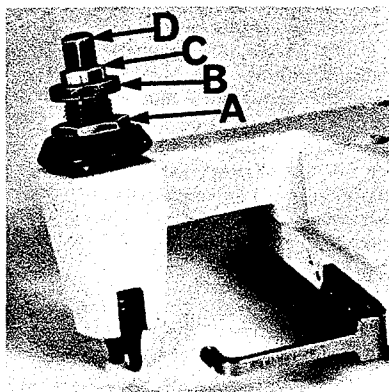

Fig. 2
Für ein gleichmäßiges transportieren des Nähgutes ist ein genügend starker Druck des Drückersfußes erforderlich. Sollte es notwendig werden, den Druck zu verstärken oder zu verringern, so ist die Sicherungsmutter (A, Fig. 2) zu lösen und die Spanschraube (B) entsprechend zu betätigen. Rechtsdrehung verstärkt, Linksdrehung verringert den Druck. Die Sicherungsmutter (A) ist nach einer Änderung des Drückersfußdruckes wieder anzuziehen. Bei auf der Stichplatte aufsitzendem Drückersfuß, stellt man die Sicherungsmutter (C) so ein, daß zwischen ihr und der Mutter (B) etwa  $1/32'' - 1/16'' = 0,8 - 1,6$  mm Zwischenraum verbleibt. Zum Schluß verspanne die Kopfschraube (D) mit der Mutter (C).
Sufficient presser foot pressure to feed work uniformly should be maintained. Should it be necessary to increase or decrease amount of pressure on presser foot, loosen lock nut (A, Fig. 2) and turn adjusting screw (B). Adjusting screw has a right hand thread, so tightening increases pressure, loosening decreases pressure. When pressure adjusting screw (B) has been properly set, tighten lock nut (A). With presser foot resting on throat plate, position locking nut (C) so that its under surface is approximately  $1/32'' - 1/16'' = 0,8 - 1,6$  mm from the top surface of adjusting screw (B). Set cap (D) against locking nut (C).